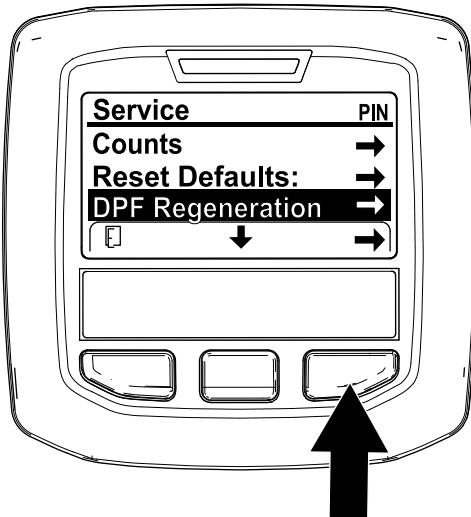

Figura 39
- Acceda al menú Service (Servicio), pulse el botón central para desplazarse hacia abajo, hasta la opción DPF REGENERATION (Regeneración de DPF) (Figura 39).
- Pulse el botón derecho para seleccionar la opción DPF Regeneration (Regeneración de DPF) (Figura 39).